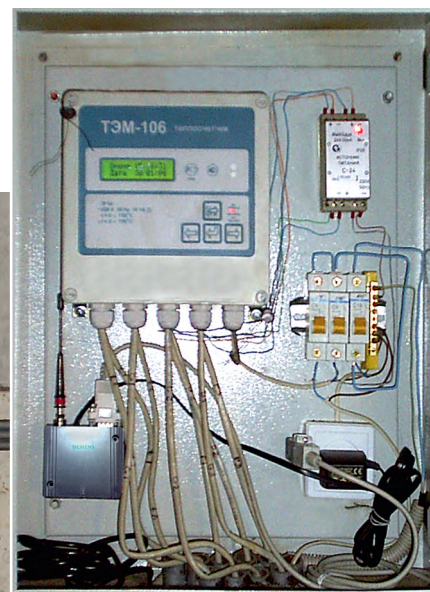

Рис. 2. Фрагмент системы: подключение теплосчётчика и шкаф с теплосчётчиком и модемом
- с помощью GSM-модемов (Siemens MC35i Terminal), соединённых с тепловычислителями по порту RS-232 (рис. 2).